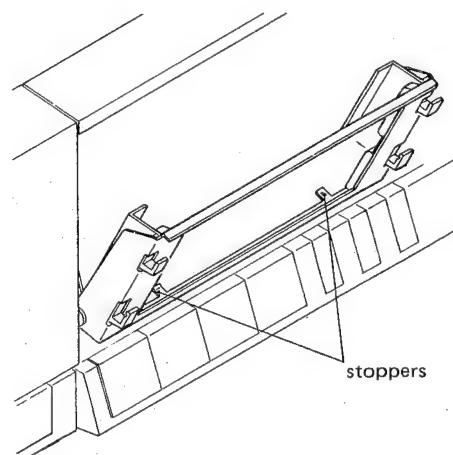

Fig. 4-9
- Notes: • Head check jig A should be inserted with its edge set on the stoppers at the bottom of the cassette holder (Fig. 4-9).
• ヘッド治具Aはその底端部がカセット・ホルダのストップバにて支持されるように入れること(図4-9)